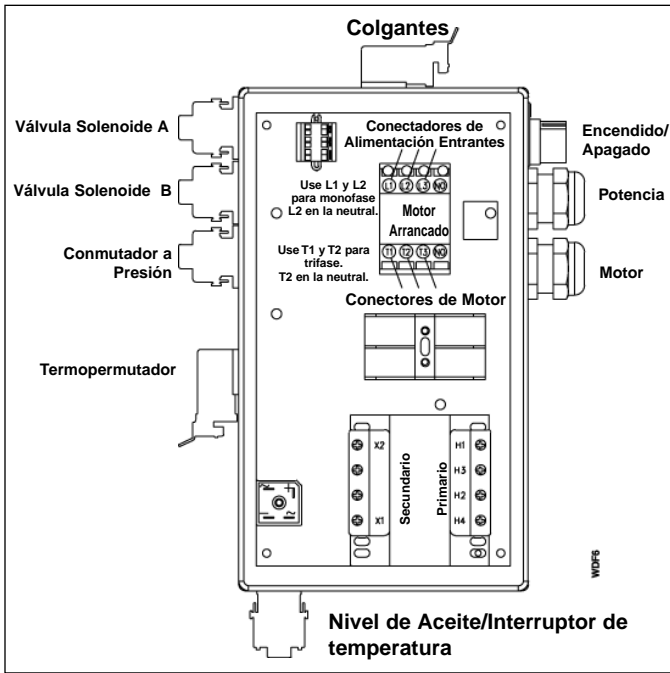

Figura 4, Diagrama de Cableado
El termopermutador, conmutador a presión, colgante, solenoides (A) y (B) se suministran con conectores que se conectan en los enchufes apropiados que se encuentran en la caja eléctrica (Figura 4). El conmutador de pedal se acopla al receptáculo colgante.